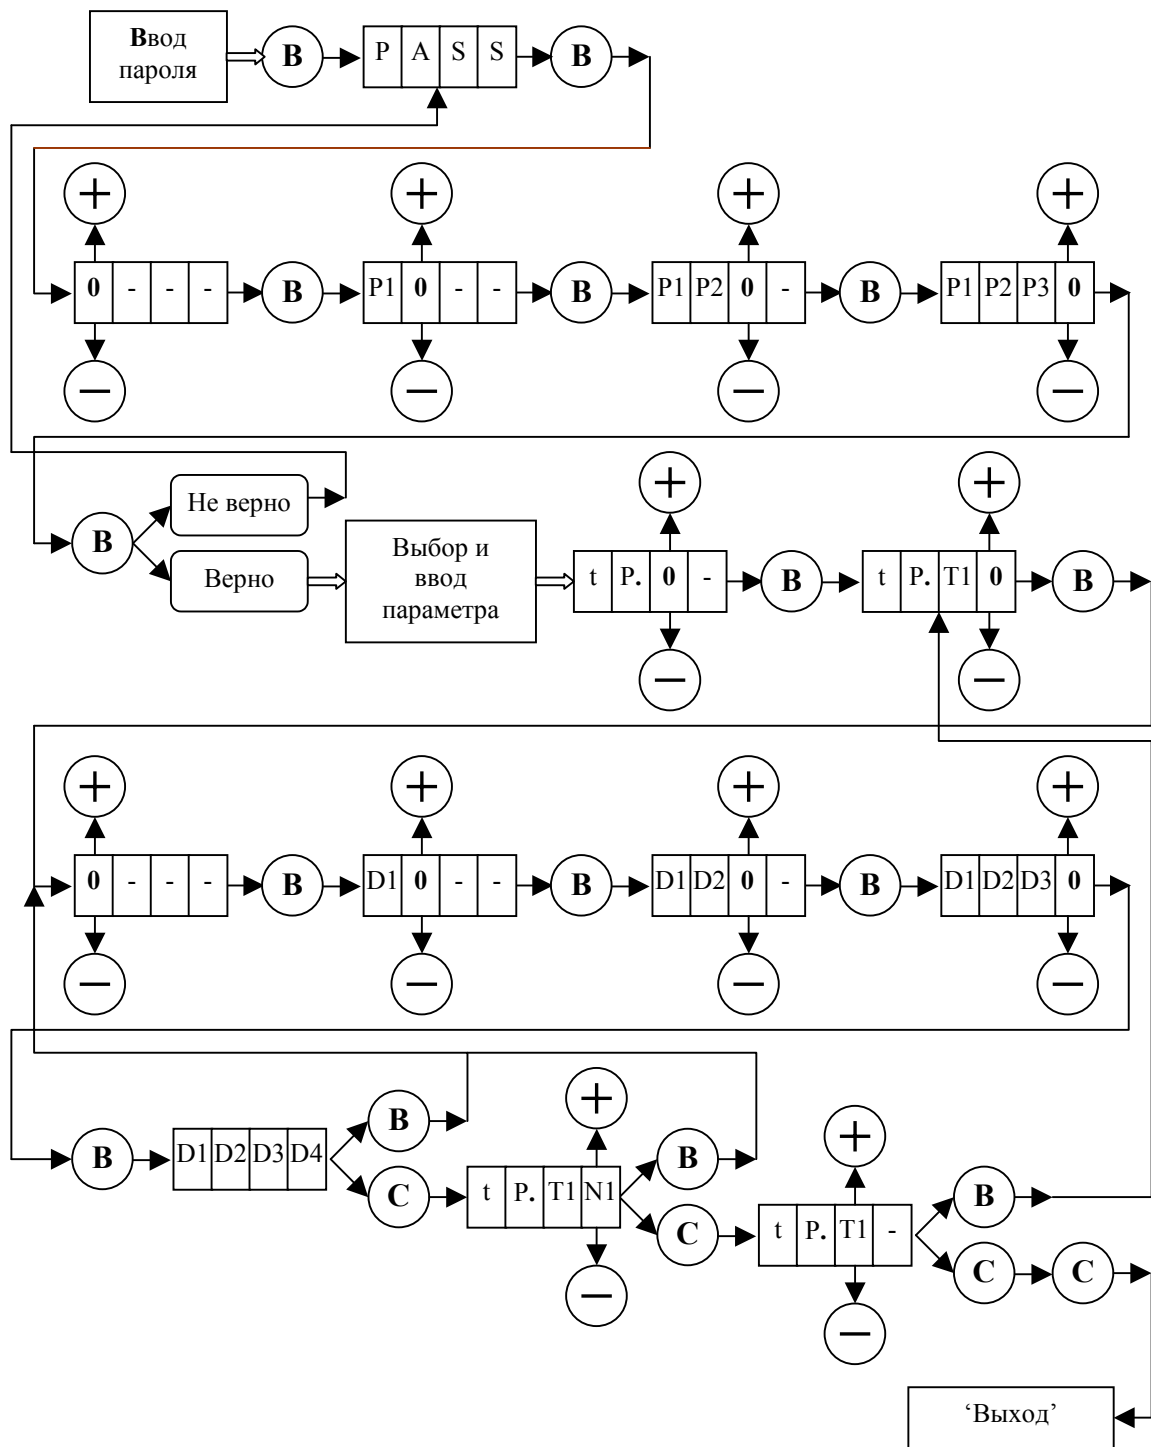

Рис. 3. Ввод параметров с помощью клавиатуры.
- **E0L** – переезд зоны полного открытия (**C0**, **рис.3**) или полного закрытия (**C9**, **рис.3**). *Синхронизация* в этом случае выключается. Ошибка сбрасывается при смене кода направления движения. При повторном неоднократном возникновении данной ошибки нужно провести **измерение проема**, если затем эта ошибка все равно будет возникать, необходимо проверить механику привода.